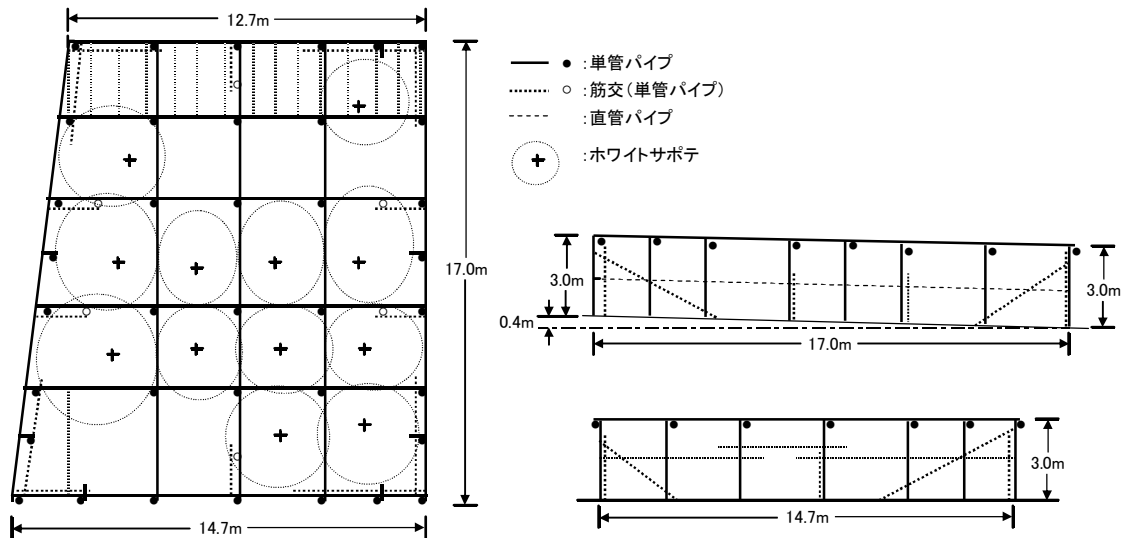

図1. ネットハウス見取り図
1. 2010年6月に、前年オオコウモリの被害が大きかった当センターのホワイトサポテ圃場にネットハウスを設置した。圃場はホワイトサポテ12株が既に植栽されており、北へ24/1000の下り勾配がある。ネットハウスは233 m²の台形で、高さ3 mである（図1）。